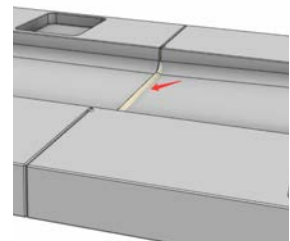

Fig S5
- Limpie cualquier exceso de sellador en la unión entre las cuñas una vez que se hayan abrochado (Fig. S5).